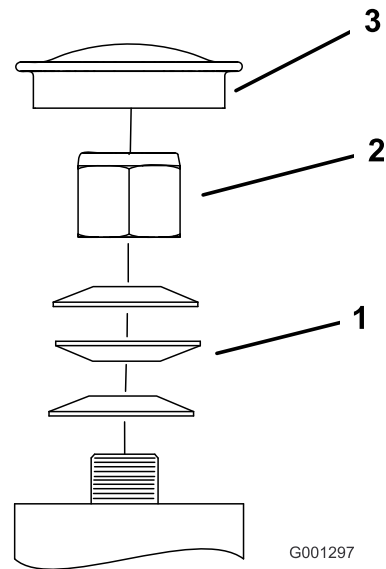

Figura 67
3. Retire el tapón guardapolvo de la rueda giratoria y apriete la contratuerca (Figura 67).
4. Apriete la contratuerca hasta que las arandelas de muelle estén planas, luego afloje la contratuerca $\frac{1}{4}$ de vuelta para establecer la pre-carga correcta de los cojinetes (Figura 67).
Importante: Asegúrese de que las arandelas de muelle están correctamente instaladas, según se muestra en la Figura 67.
5. Coloque el tapón guardapolvo (Figura 67).